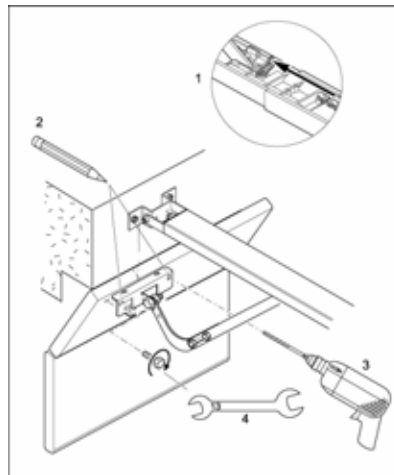

Рис. 20
Сначала вручную разблокировать каретку (Рис. 20 (1)) и передвинуть ее в направлении перемычки.
После этого отметить на воротах позицию на которой должен быть закреплён воротный кронштейн (Рис. 20 (2)).
Необходимые отверстия на воротах просверлить и закрепить мин. 2 винтами (Рис. 20 (3+4)).